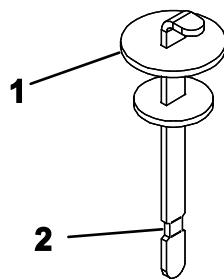

Figura 19
4. Retire a vareta do tubo de enchimento e limpe-a com um pano limpo. Introduza a vareta no tubo de enchimento, retire-a e verifique o nível do fluido. O nível de fluido deverá encontrar-se entre as marcas da vareta (Figura 19).